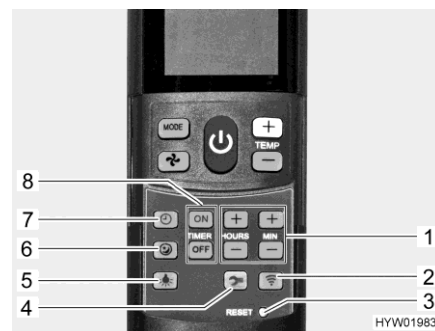

Bild 96 Fernbedienung mit Einstelltasten (Klimaanlage)
- Taste Sanftlauf (Bild 96,6) drücken. Im Kühlbetrieb läuft das Gebläse dann mit niedriger Drehzahl und deshalb besonders leise.
- Taste Uhrzeit (Bild 96,7) drücken.
- Mit den Tasten (Bild 96,1) Stunden und Minuten einstellen.
- Taste "ON" (Bild 96,8) drücken.
- Tasten für die Zeiteinstellung (Bild 96,1) drücken, bis die gewünschte Zeitspanne bis zum Einschalten erreicht ist.
- Taste "OFF" (Bild 96,8) drücken.
- Tasten für die Zeiteinstellung (Bild 96,1) drücken, bis die gewünschte Zeitspanne bis zum Ausschalten erreicht ist.
- Taste "ON" oder Taste "OFF" (Bild 96,8) erneut drücken.
- Taste Licht (Bild 96,5) drücken. Das Licht wird mit der zuletzt eingestellten Dimmstufe eingeschaltet.
- Taste Licht (Bild 96,5) drücken und gedrückt halten, bis die gewünschte Helligkeit erreicht ist.
- Taste Licht (Bild 96,5) drücken.
- ▷ Die Taste Setup (Bild 96,4) dient dazu, die Fernbedienung bei der ersten Inbetriebnahme mit der Klimaanlage zu verbinden.